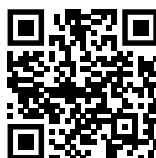

Fig. 97
- Abrir el Liebherr SmartMonitoring Dashboard. (consulte Fig. 97).